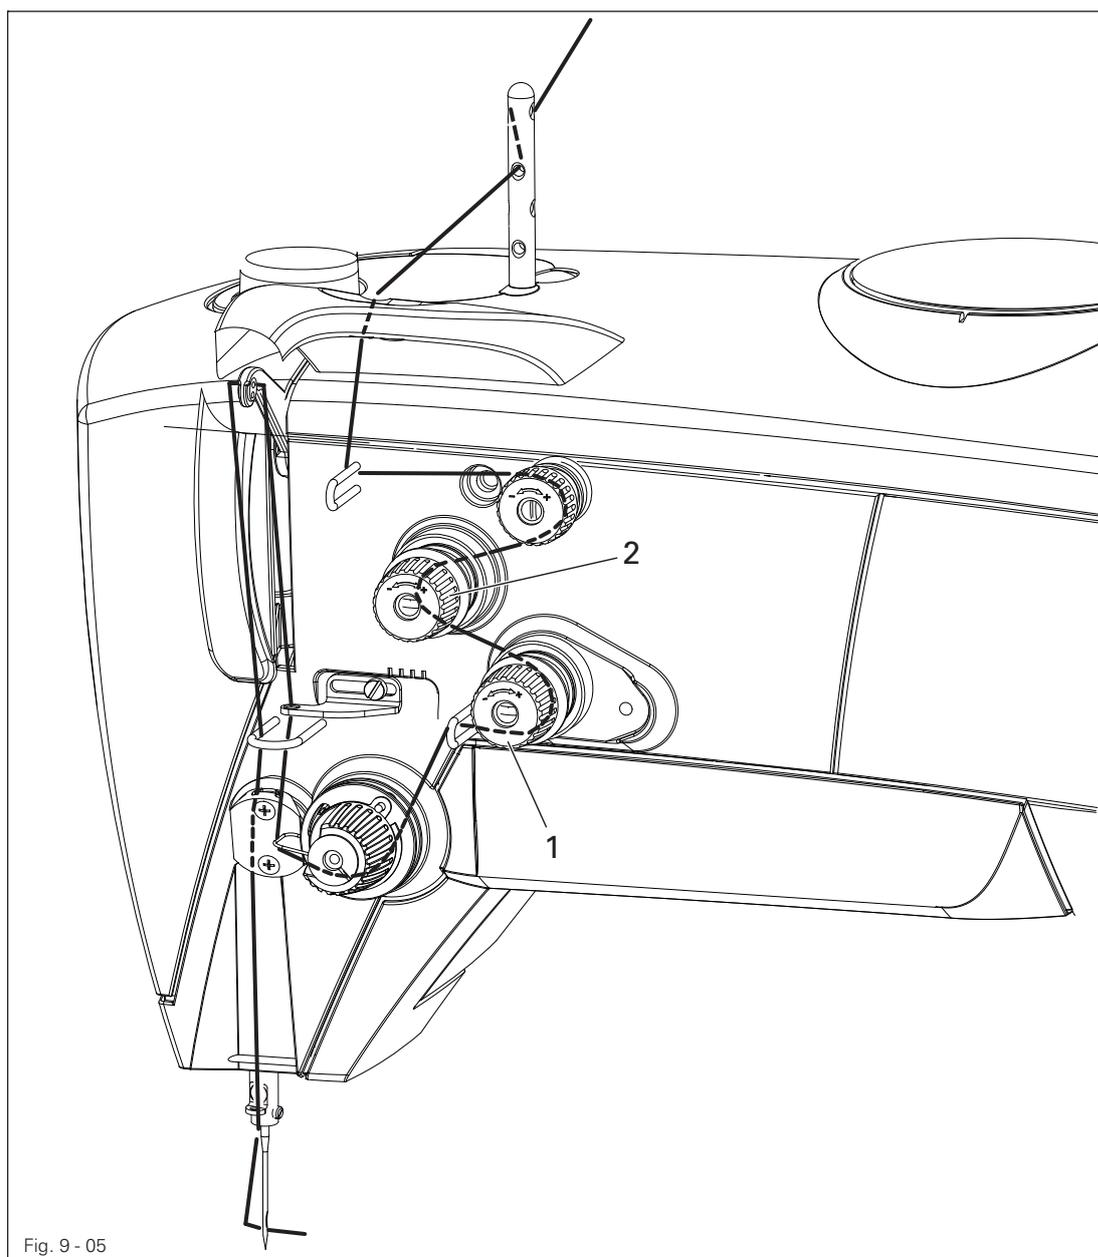

Fig. 9 - 05
- Den Faden gemäß Fig.9 - 04 durch den Schlitz unter die Feder führen.